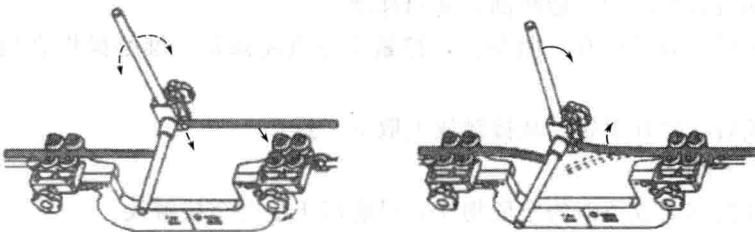

图 1-7 接触线进入导线槽
(2) 使用方法 接触线在紧固的同时进入导线槽，如图 1-7 所示，为线夹的安装提供操